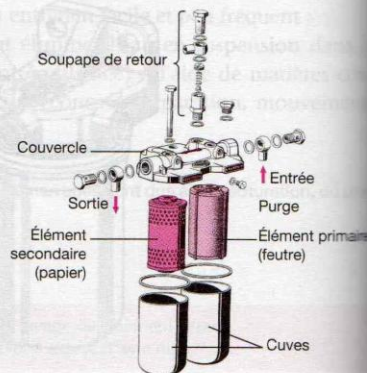

Figure 20.5. Vue éclatée d'un filtre double
- des éléments situés à l'intérieur d'une cuve opaque en métal ou en verre (fig. 20.5) ;